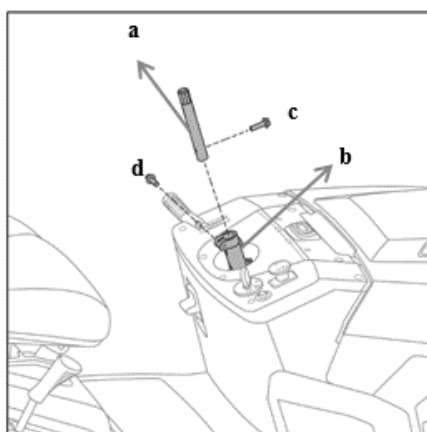

Fig.2A
1. Inserire la prolunga dello sterzo (a) al centro del manicotto di fissaggio (b). Fissare saldamente con due bulloni flangiati esagonali (c, M8\*25 e d, M8\*25). (Fig.2A)